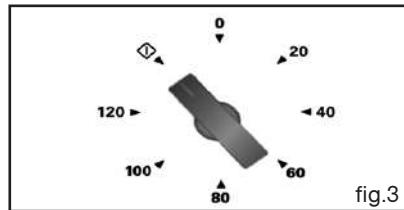

fig.3
Si vous désirez utiliser le four sans la minuterie, mettez la manette en position "①" (fig.3).